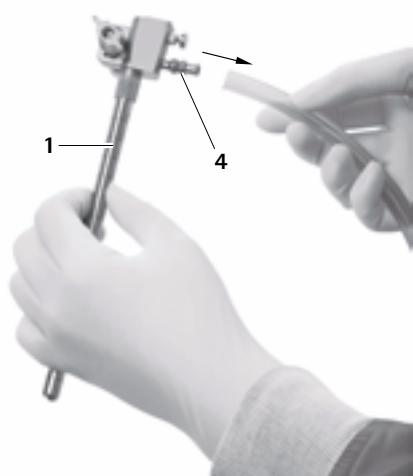

Abb. 12
- Schlauch von Spülanschluss 4 abziehen, siehe Abb. 12.